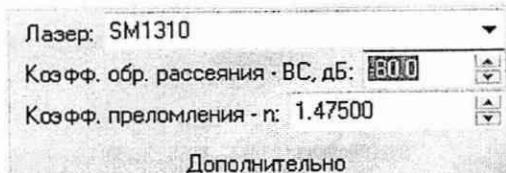

Рисунок 9
Нажать на секцию **Дополнительно** и установить для каждой длины волны значение коэффициента преломления 1,475 – см. рисунок 9.
14) При поверке рефлектометра на две или три длины волн, действия по перечислениям 4) - 13) выполнить для наименьшей длины волны многомодового рефлектометра и для наименьшей длины волны одномодового рефлектометра. Для остальных длин волн абсолютную погрешность измерения расстояния по описанной выше методике определять только для наименьшего диапазона измерения расстояний, указанного в таблице 3. При этом в программе рефлектометра для каждой длины волны необходимо установить значение показателя преломления 1,475 (см. перечисление 3 и рисунок 9).